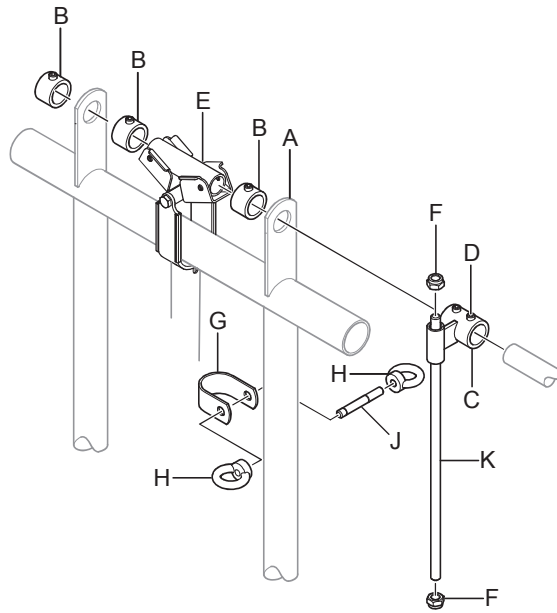

Fig. 24: Montering av styringsenhet og låseinnretning.
1. Plasser stoppringene (B), låseinnretningene (E) (1 per åpning) og kontrollen (C) på kontrollrørføringen. For mer informasjon, se Fig. 24.
2. Monter to stopringer (B) på den ene siden av en seksjon som styres av en kontrollenhet. Plasser dem på begge sider av kontrollrørføringen (A). For mer informasjon, se Fig. 24.
3. Monter én stoppring (B) og kontrollenheten (C) på motsatt side av seksjonen. Plasser dem på begge sider av kontrollrørføringen. For mer informasjon, se Fig. 24.
4. Trekk til innstillingskruene (D) på stopringen og kontrollenheten.
5. Monter håndtaket (K) på kontrollenheten og sett på de to låsemutrene (F).
6. Monter braketten (G) med bolten M10 x 65 (J) og løfteøyemutrene (H) på det vertikale røret. Den skal monteres for å låse håndtaket.